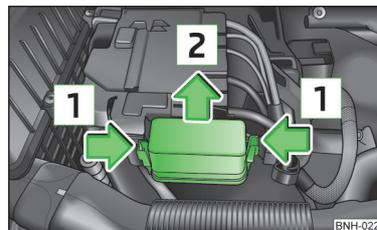
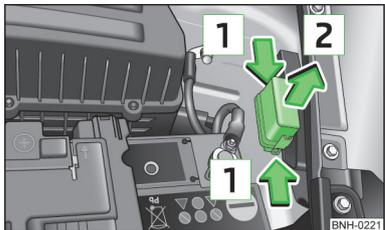

Fig. 146
Fig. 147
- > Premere i tasti di blocco del coperchio contemporaneamente nella direzione indicata dalla freccia **1** » fig. 146 o » fig. 147.